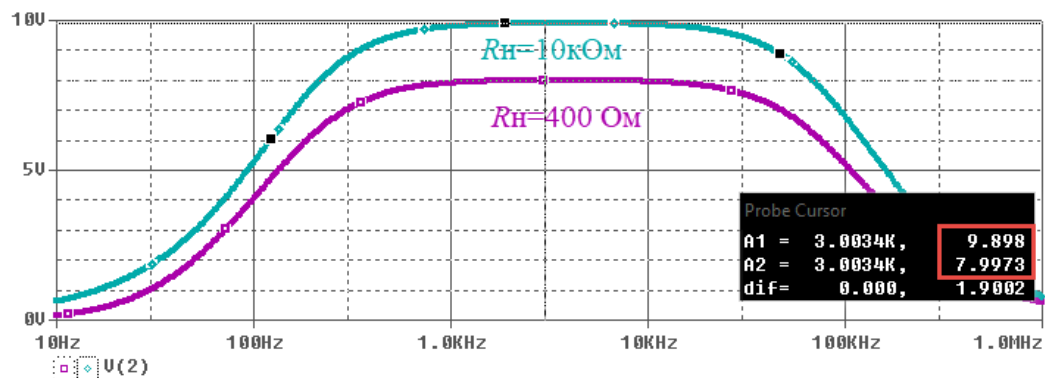

Рис. 10. АЧХ усилителя при разных сопротивлениях нагрузки
- Запустить схему на расчет и получить амплитудно-частотные характеристики для двух значений сопротивлений нагрузки (рис.10).